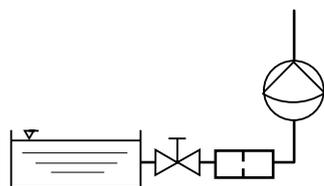

fig. 6
- Dimensionner la section et la longueur de manière à ce que la dépression obtenue lors de l'aspiration ne soit pas égale à la pression de vapeur du fluide de dosage qui doit être traité (cavitation fig. 6) ! Dans un cas extrême, l'existence d'une dépression trop importante côté aspiration est révélée par une rupture de la colonne de liquide ou une course de retour incomplète !